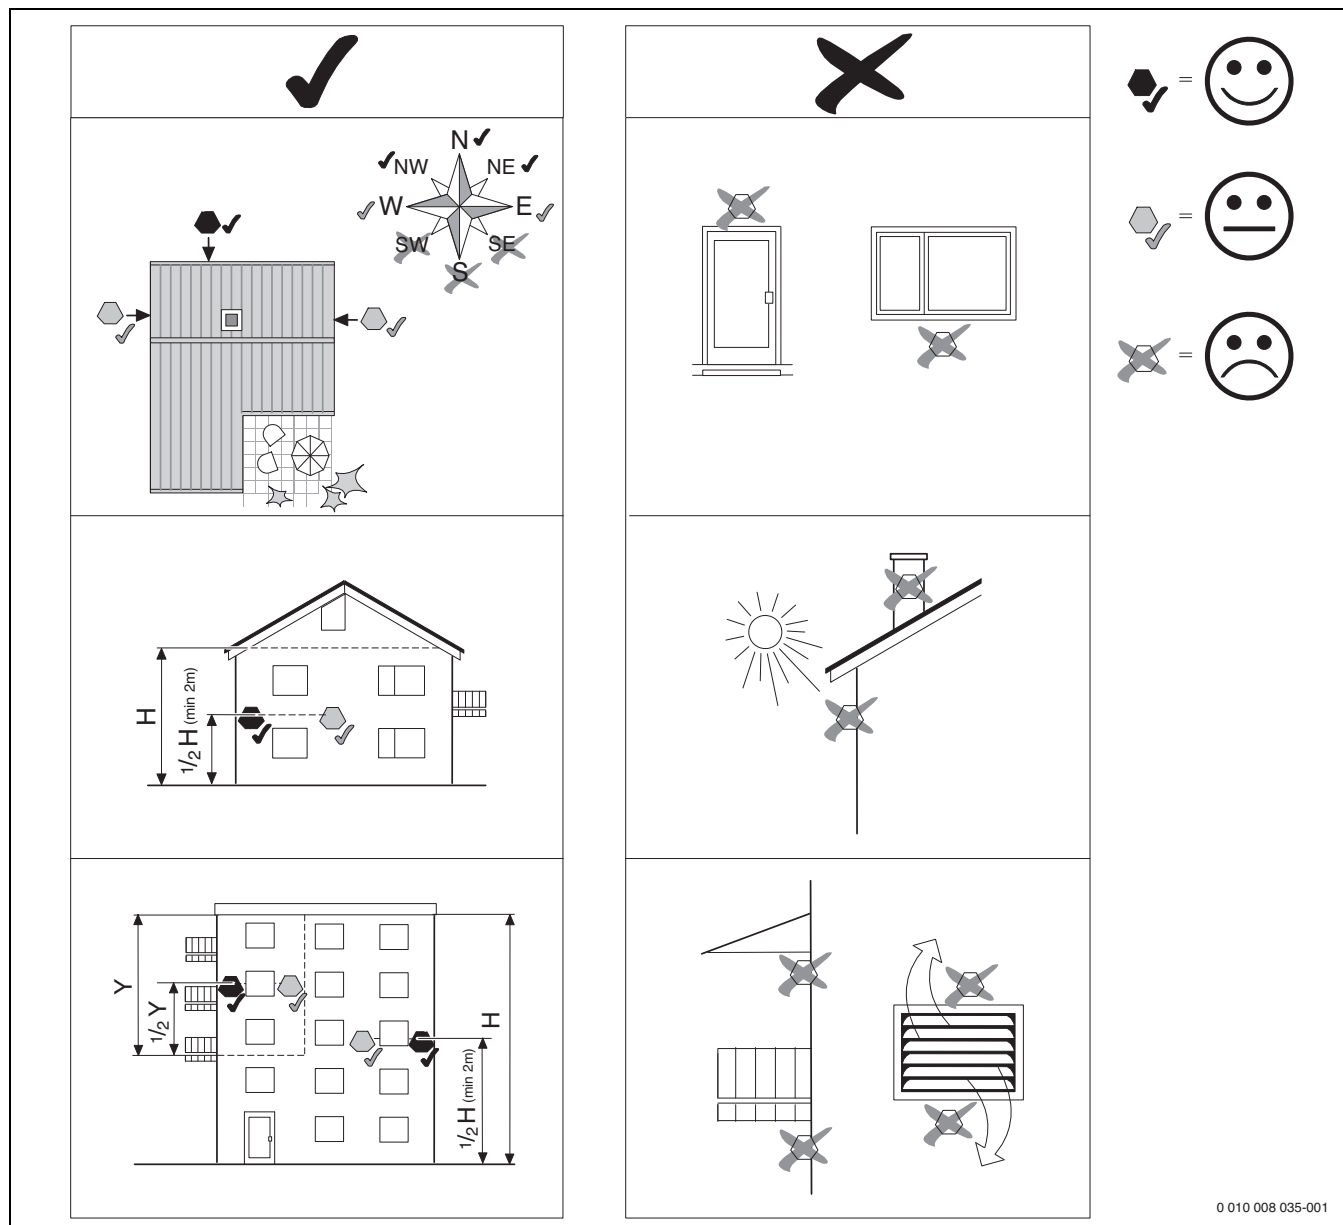

Bild 6 Außentemperaturfühler montieren
► Außentemperaturfühler wie in Bild 6 montieren.